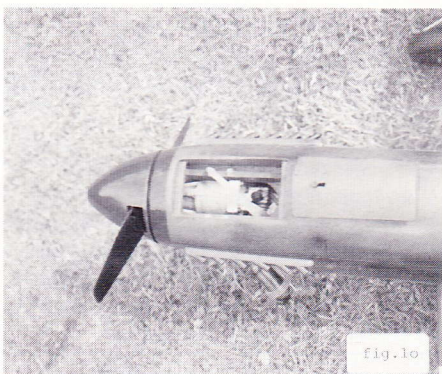

fig. 10
- Lav låg over teknikrum af 10 mm balsa og lukketøj af 1 eller 2 canopylåse (fig. 10).